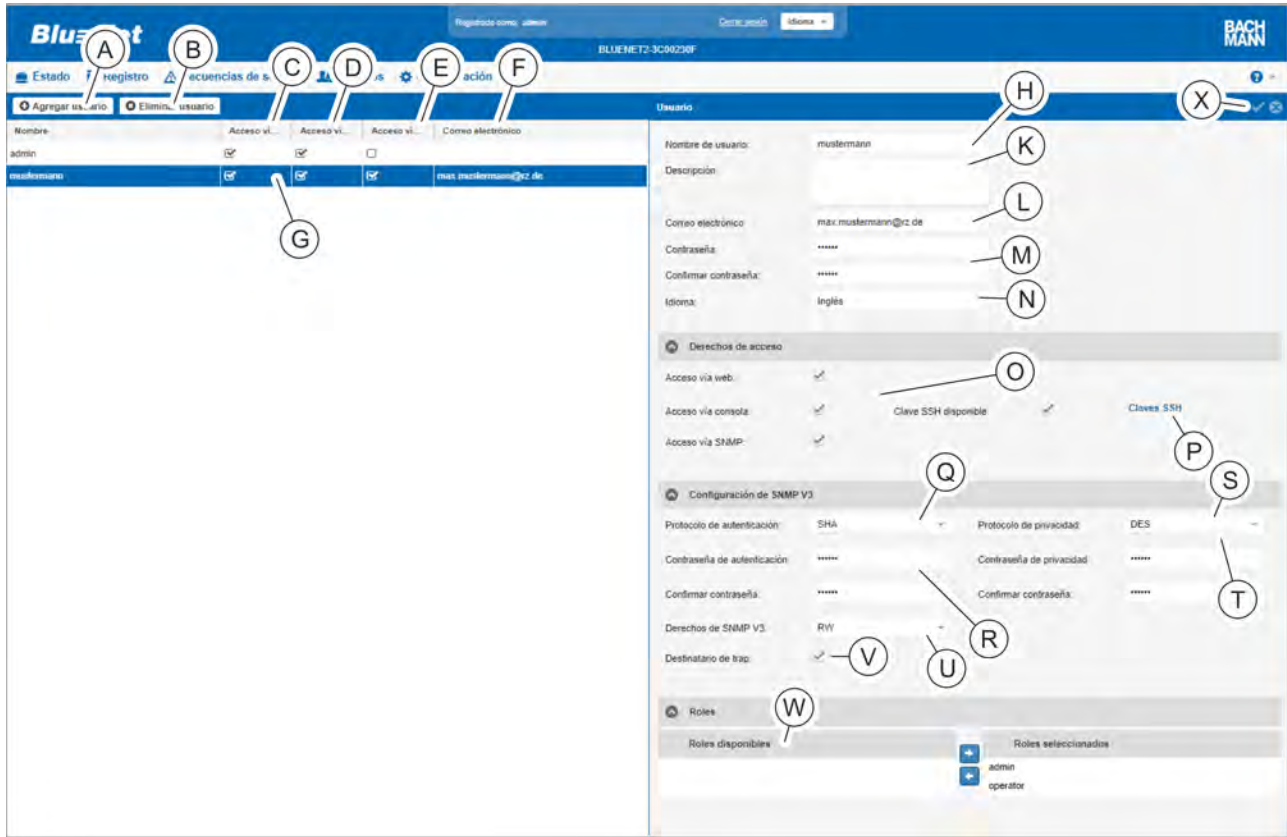
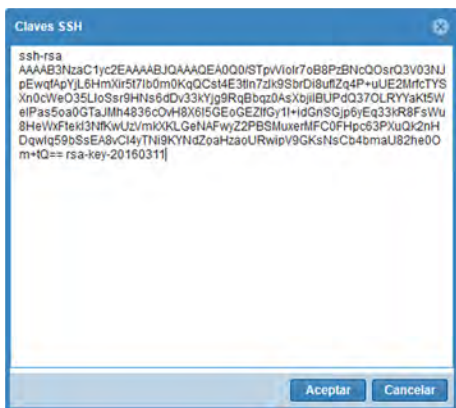

Fig. 133: Menú "Usuarios"
Fig. 134: Agregar una clave SSH
2. ▶ Con el botón "Agregar usuario" (Fig. 133/Ⓐ), cree un nuevo usuario.
Para modificar un usuario existente, seleccione el usuario correspondiente en la lista (Fig. 133/Ⓒ).
3. ▶ Introduzca el nombre del usuario (Fig. 133/Ⓔ).
4. ▶ En caso necesario, introduzca una descripción del usuario (Fig. 133/Ⓢ).
5. ▶ Introduzca una dirección de correo electrónico (Fig. 133/Ⓣ).
6. ▶ Introduzca la contraseña para acceder a la PDU y confírmela (Fig. 133/Ⓤ).
7. Seleccione el idioma (Fig. 133/Ⓢ).
8. Con las casillas de verificación correspondientes, conceda derechos de acceso para "Acceso vía web", "Acceso vía consola" o "Acceso vía SNMP" (Fig. 133/Ⓢ).
9. Con el botón "Claves SSH" pueden guardarse claves SSH para iniciar sesiones por SSH con contraseña (Fig. 133/Ⓢ). Copie una o varias claves SSH en la ventana "Claves SSH" (Fig. 134) y confírmelas con el botón "Aceptar".
10. En el campo "Configuración de SNMP V3", seleccione un protocolo de autenticación en caso necesario (Fig. 133/Ⓢ).
11. Introduzca la contraseña de autenticación y confírmela (Fig. 133/Ⓢ).
- 12.** ▶ En caso necesario, seleccione un protocolo de privacidad (Fig. 133/Ⓜ).
- 13.** ▶ Introduzca una contraseña de privacidad y confírmela (Fig. 133/Ⓝ).
- 14.** ▶ Asigne derechos de SNMP V3 (Fig. 133/Ⓞ).
- 15.** ▶ Marque la casilla de verificación "Destinatario de trap" si desea que el usuario esté disponible como destinatario de trap (Fig. 133/Ⓟ).
- 16.** ▶ En el campo "Roles disponibles", seleccione un rol de usuario y arrástrelo hasta el campo "Roles seleccionados" con el botón "→" (Fig. 133/Ⓠ).
- 17.** ▶ Guarde la configuración con el botón "Guardar" (Fig. 133/Ⓡ).
Para eliminar un usuario existente, seleccione el usuario que desee (Fig. 133/Ⓢ) y haga clic en el botón "Eliminar usuario" (Fig. 133/Ⓢ). A continuación, aparece un cuadro de diálogo con una pregunta que debe confirmarse.